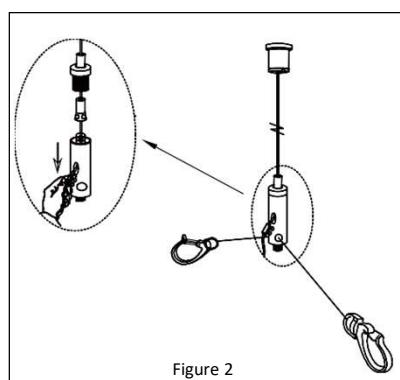

Figure 2
6. Ajustez la longueur de chaque câble. *Voir la Figure 2*.